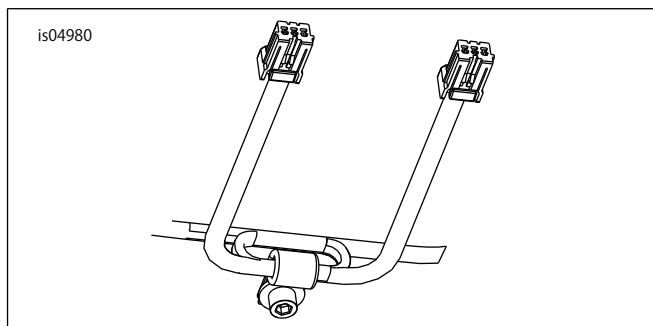

図7。ワイヤーの取り回し
12. 「図7」を参照。フォークチューブの後ろからワイヤーを取り回す。もとの方向とは反対の方向にPクランプから両ターンシグナルワイヤーを送り、ワイヤーが各ターンシグナルランプに向かうようにしてください。